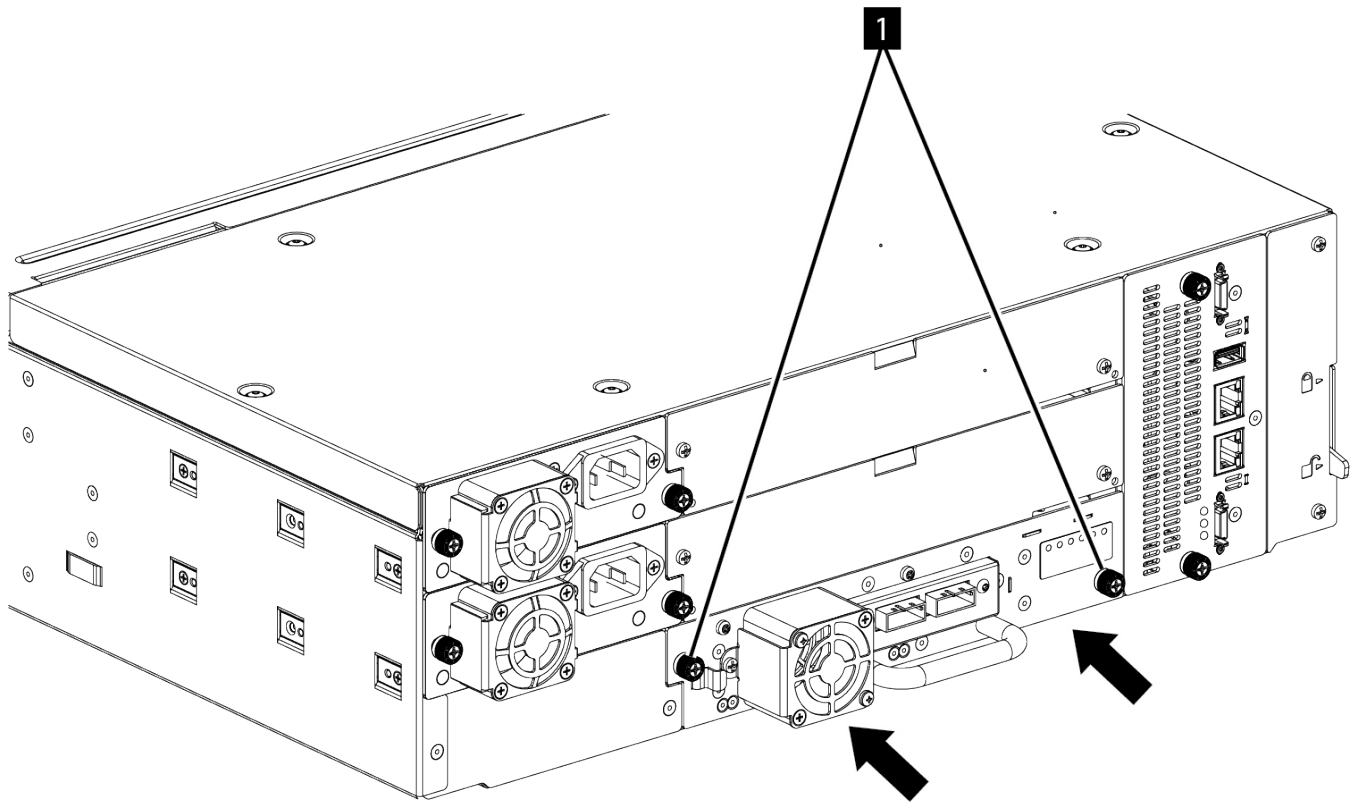

図 60. テープ・ドライブの取り付け
3. テープ・ドライブが固定されるまで、拘束つまみねじ (1 (135 ページの図 60)) を指で締めます。